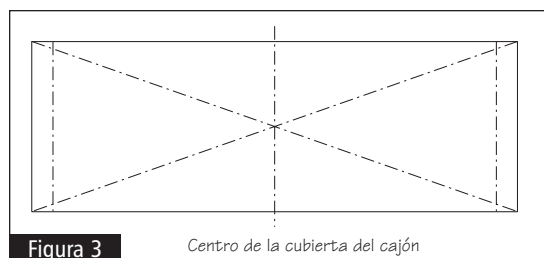

Figura 3
- 3** Mida el ancho interno de la abertura del cajón en el marco del gabinete. Reste 1/2" a esta medición y después divida entre 2. Marque una línea a cada lado de la cubierta del cajón. Esta distancia es desde el centro de la cubierta del cajón. Vea la figura 3.